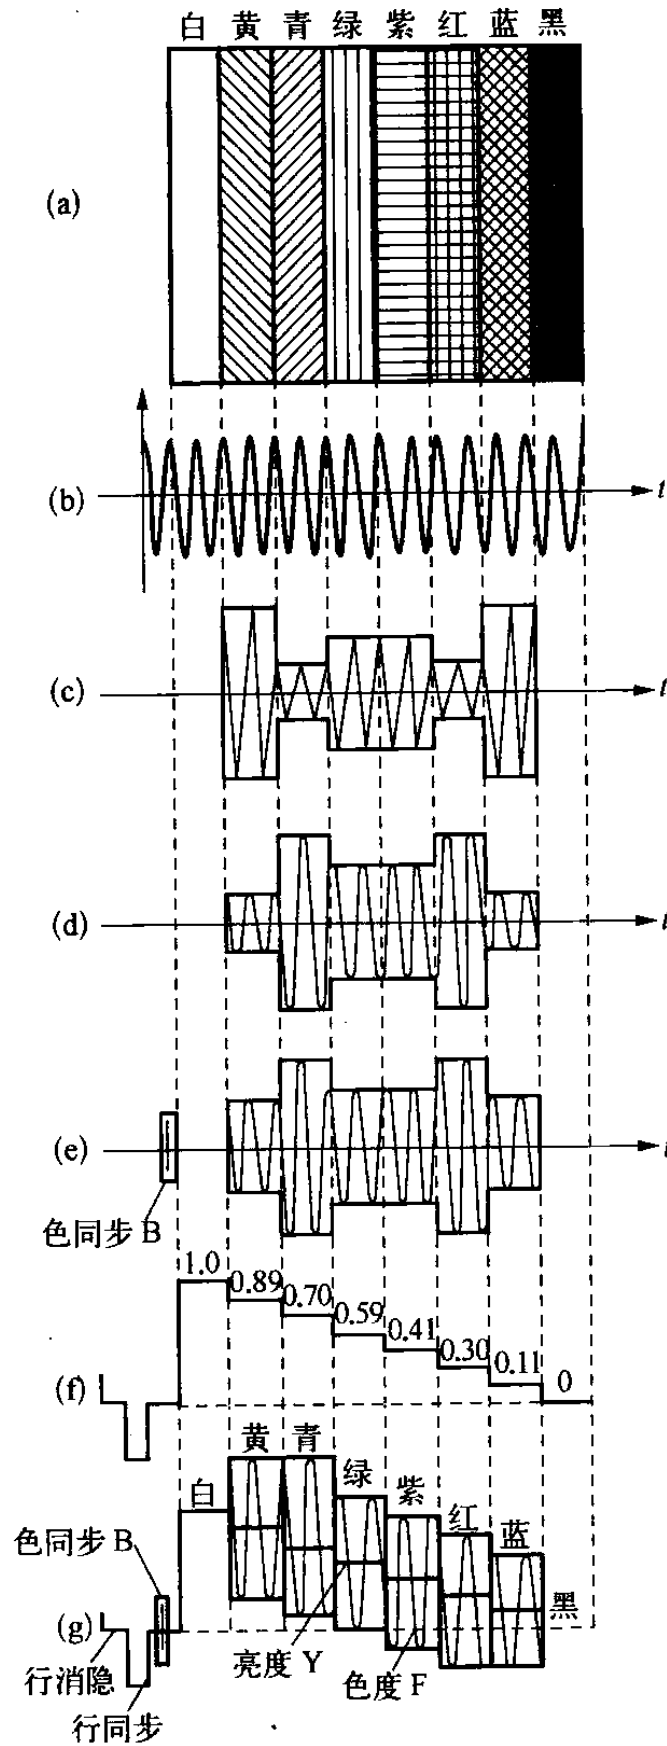

图 1-7 彩色全电视信号波形图
② 彩色全电视信号。图 1-7 是彩色全电视信号波形图。
图 1-7(b)是 4.43 MHz 色副载波信号波形。图 1-7(c)是蓝色差信号($B-Y$)经过调幅后的信号波形。图 1-7(d)是红色差信号($R-Y$)经过调幅后的波形。图 1-7(e)是该图(c)与(d)中的波形混合后形成的色度信号波形,它包含着色同步信号。图 1-7(f)是包含有复合同步脉冲和消隐信号的亮度信号(Y)的波形,其频带宽度为 6 MHz。图 1-7(g)是由色度信号经幅度压缩后的波形与亮度信号叠加混合后的彩色全电视信号,它包含了亮度、色度、色同步、行/场同步和行/场消隐等信号。